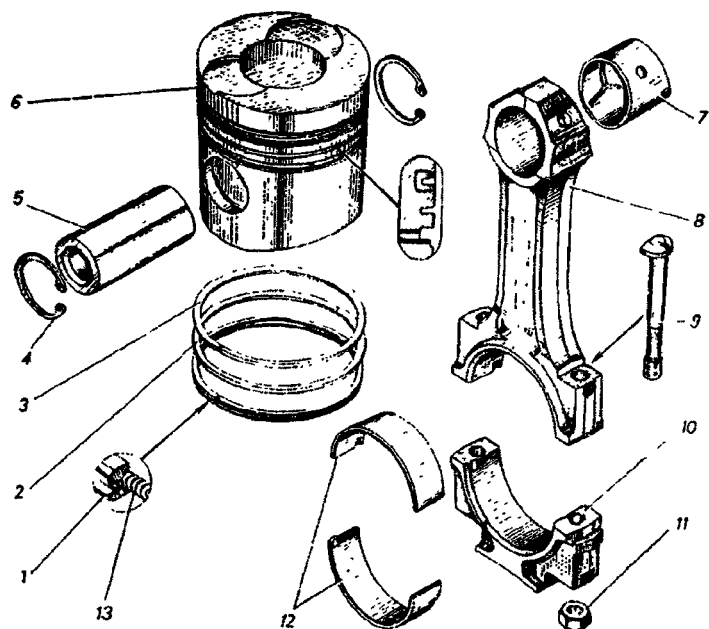
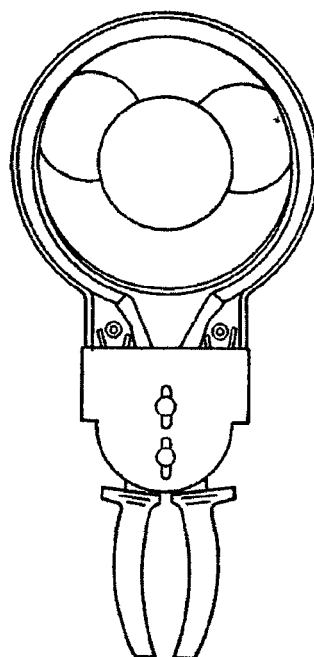
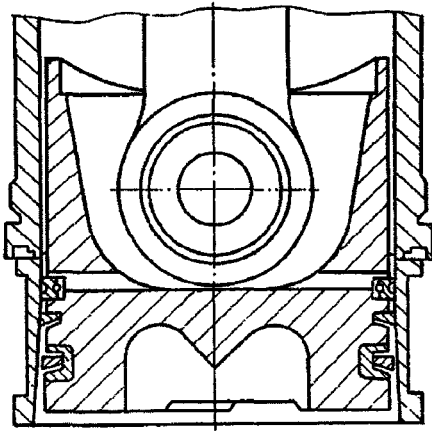

Рис. 34. Поршни и шатуны:
Рис. 36. Приспособление И801.08.000 для снятия и установки поршневых колец
Рис. 37. Приспособление И801.00.001-01 для установки поршня в гильзу цилиндра
4. Отверните гайки 11 (рис. 34) болтов 9 крепления крышки 10 шатуна первого цилиндра, повернув первую шатунную шейку в нижнее положение за маховик через передний люк картера сцепления	Сменная головка 19 мм, вороток
6. Деревянным стержнем вытолкните вверх поршень 6 (см. рис. 34) в сборе с шатуном 8. Проверьте наличие номера цилиндра и метки спаренности на крышке 10 нижней головки шатуна и на шатуне 8, при необходимости, нанесите их. Установите крыш-	Деревянный стержень, зубило, молоток
<p>ку на шатун и закрепите болтами и гайками, не затягивая их.</p> <p>Примечание. Замена крышки шатуна не допускается</p> <p>7. Установите поршень в сборе с шатуном в тиски и приспособлением И801.08.000 (рис. 36) снимите компрессионные поршневые кольца 2 и 3 (см. рис. 34). Маслосъемные кольца 1 снимите без приспособления</p> <p>8. Очистите верхний пояс гильз цилиндров, днище, канавки и маслоотводящие отверстия поршня от нагара, промойте детали поршней дизельным топливом, протрите шейки коленчатого вала, вкладыши и постели под них в шатуне и крышке шатуна</p> <p>9. Повторите переходы 3—8 для поршней других цилиндров</p> <p style="text-align: center;">Установка поршневых колец</p> <p>10. Установите пружинный расширитель 13 (см. рис. 34) в канавку поршня, затем установите маслосъемное кольцо 1.</p> <p>Примечание. Замок маслосъемного кольца и стык расширителя разверните в противоположные стороны</p> <p>11. Приспособлением И801.08.000 (см. рис. 36) установите компрессионные кольца 2 и 3 (см. рис. 34)</p> <p>Примечания: 1. Верхнее компрессионное кольцо должно быть покрыто молибденом, нижнее — хромом (допускается установка двух компрессионных колец, покрытых хромом). 2. Компрессионные кольца установите скошенной стороной и клеймом ВЕРХ или TOP к днищу поршня. 3. Замки поршневых колец на поршне разведите на 120° относительно друг друга.</p> <p>12. Снимите крышку 10 шатуна первого цилиндра, установите вкладыши 12 в крышку и нижнюю головку шатуна 8</p> <p>13. Поверните коленчатый вал первой шатунной шейкой в нижнее положение за маховик через передний люк картера сцепления</p> <p>14. Приспособлением И801.00.001-01 (рис. 37) установите поршень в сборе с поршневыми кольцами и шатуном в соответствующий цилиндр, сорие-</p>	<p>Тиски, приспособление</p> <p>Трехгранный шабер, ветошь, посуда для топлива</p> <p>—</p> <p>Посуда для масла, кисть</p> <p>Приспособление, посуда для масла, кисть</p> <p>—</p> <p>Монтажная лопатка</p> <p>Приспособление</p>
<p>тировав смещение выточек на поршне под клапаны к развалу блока, направляя при этом снизу шатун на шейку коленчатого вала</p> <p>15. Установите крышку 10 (см. рис. 34) шатунного подшипника, соблюдая парность крышки с шатуном, подтяните крышку гайками 11 до полного совмещения с шатуном.</p> <p>Примечания: 1. Поверхности разъема шатунов должны быть чистыми, без забоин и задиров. 2. Рабочие поверхности крышек шатунов, вкладышей и шеек коленчатого вала смажьте моторным маслом</p> <p>16. Отверните гайки 11 шатунных болтов 9 на 2—3 оборота, а затем заверните с моментом затяжки 118—127,5 Н·м (12—13 кгс·м) — для шатунных болтов М12 и 127,5—137 Н·м (13—14 кгс·м) — для шатунных болтов М13, поворачивая коленчатый вал в удобное для затяжки положение</p> <p>17. Повторите переходы 10—16 для поршней других цилиндров</p> <p>18. Установите головки цилиндров (см. переходы 17—30 операционной карты № 4)</p> <p>19. Установите масляный насос (см. переходы 12—19 операционной карты № 8)</p> <p>20. Пустите двигатель и проверьте работу газораспределительного механизма, герметичность систем охлаждения и питания двигателя топливом.</p> <p>Техническое условие. Не допускаются стук в газораспределительном механизме, течь охлаждающей жидкости, масла и топлива</p>	<p>Сменная головка 19 мм, вороток</p> <p>Сменная головка 19 мм, вороток, динамометрический ключ</p> <p>—</p> <p>—</p> <p>—</p> <p>—</p>